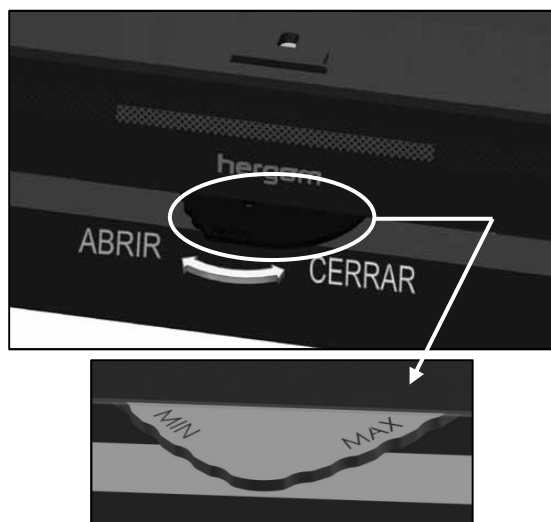

Fig. 5
- Desplazando de derecha a izquierda la válvula de regulación, se permite una mayor aportación de aire para la combustión (FIG. 5).